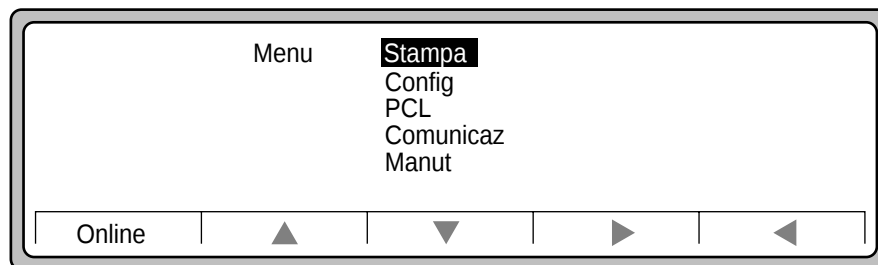

Figura 3-17 Opzioni di Menu
6. Premere Menu sullo schermo principale per visualizzare le opzioni di Menu, mostrate nella Figura 3-17.